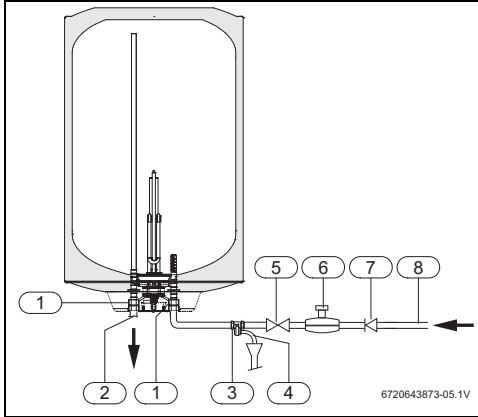

Fig. 8 Conexión del agua
- Instalar la válvula de seguridad en la entrada de agua del termo eléctrico (Fig. 8).
Si la presión de entrada de agua es superior a 80% de la presión máxima del termo eléctrico (6¹⁾ u 8 bar), respectivamente 4.8 bar y 6.4 bar, instalar una válvula reductora (→ Fig. 8).
Con el objetivo de evitar problemas derivados de las modificaciones bruscas de presión en la alimentación, se aconseja instalar una válvula de retención en la cabecera del termo eléctrico (Fig. 8, [7]).
- ▶ Cerrar la válvula de corte del agua (→ Fig. 8).